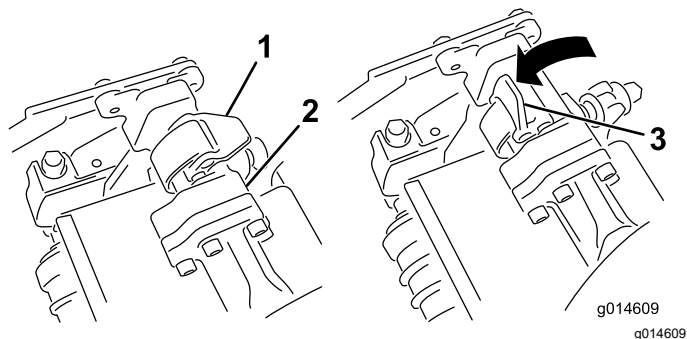
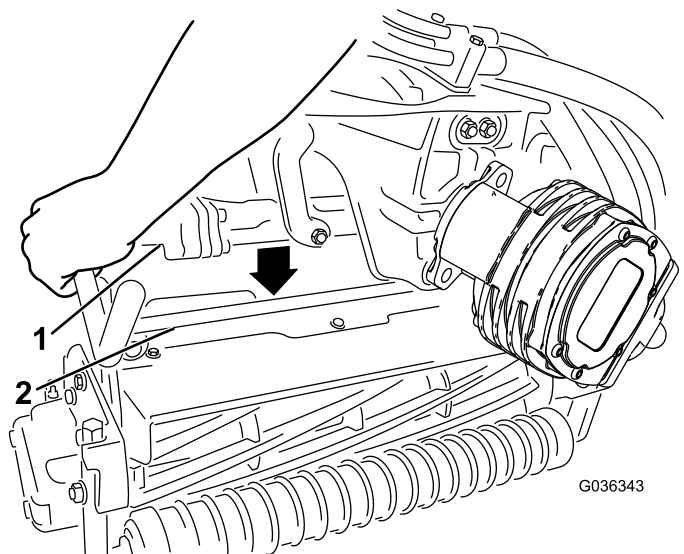

Figura 56
Figura 57
4. Con los enganches del brazo de suspensión orientados hacia arriba (es decir, abiertos (Figura 56), empuje hacia abajo el brazo de suspensión de modo que la barra encaje en la barra situada en la parte superior de la unidad de corte (Figura 57).
5. Presione los enganches hacia abajo alrededor de la barra de la unidad de corte y bloquéelas (Figura 56).
5. Abra los enganches de la barra del brazo de suspensión de la unidad de corte que está retirando (Figura 56).